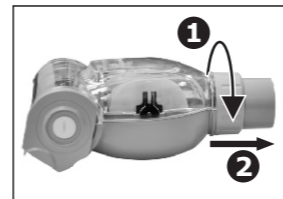

Figura 2
- Remover o acessório Pet rosqueando no sentido anti-horário e puxando a respectiva trava (Figura 2).
- Abrir a tampa do compartimento de pó girando no sentido horário e retirando-a (Figura 2).